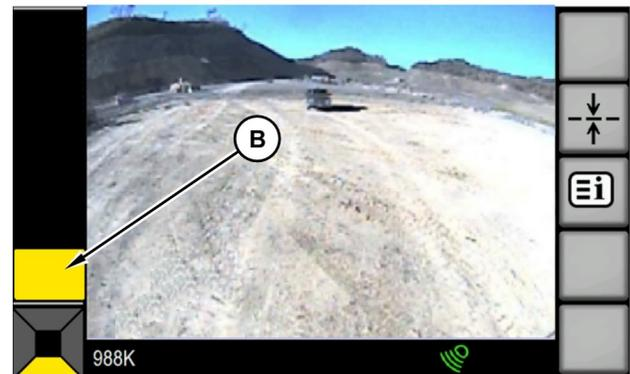

Abbildung 24
Wird ein Objekt in der Warnzone 1 erkannt, gewöhnlich 10 m (32.81 ft) bis 12 m (39.37 ft) innerhalb des Abdeckungsbereichs von der Maschine entfernt, ist das untere Segment gelb (B). Siehe Abbildung 24 .